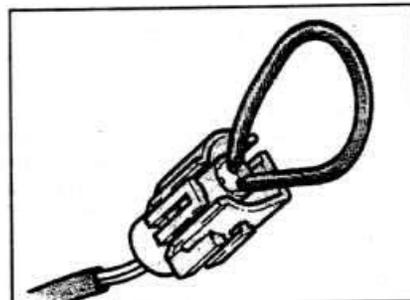

Рис. 1.11. Включение вентилятора радиатора на постоянный режим работы замыканием разъема временным перекидным проводом.
- Прогрейте двигатель до нормальной рабочей температуры до включения вентилятора радиатора. Снимите разъем с термодатчика включения вентилятора и замкните контакты разъема переключателем, для включения вентилятора радиатора на постоянный режим работы (см. рис. 1.11).